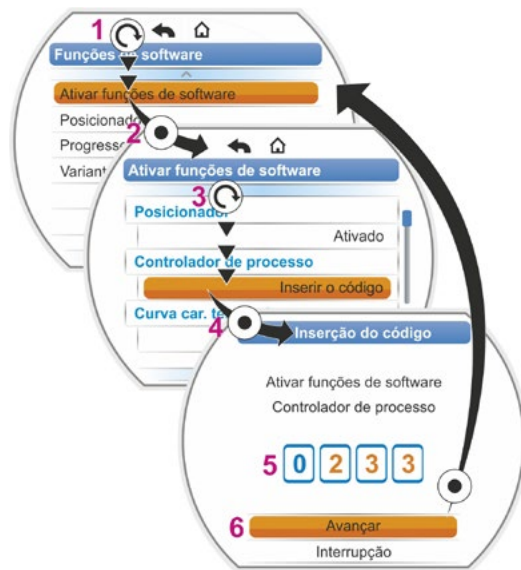

Fig. 2: Ativar função de software
2. Selecionar então ‘Ativar funções SW’ (fig. 2, pos. 1) e confirmar (fig. 2, pos. 2).